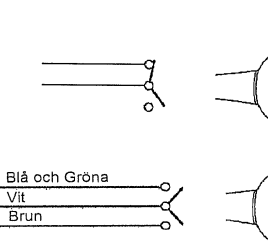

Fig. 4
**OBST!** Vid tryckande gas måste rullen (A fig. 4) löpa i inre spåret.